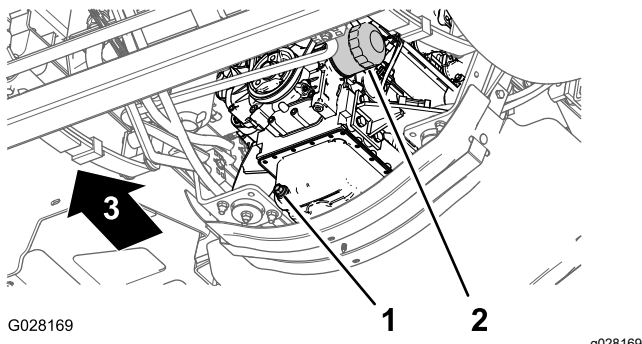

Figura 76
3. Coloque un recipiente de drenaje debajo del filtro de aceite del motor (Figura 76).
4. Retire el filtro de aceite usado (Figura 76).
8. Instale el filtro de aceite en el adaptador de filtro, gire el filtro de aceite en sentido horario hasta que la junta de goma entre en contacto con el adaptador del filtro, luego apriete el filtro media vuelta más (Figura 76).
1. Coloque un recipiente debajo del tapón de vaciado (Figura 76).
2. Retire el tapón de vaciado y deje que el aceite se drene completamente (Figura 76).